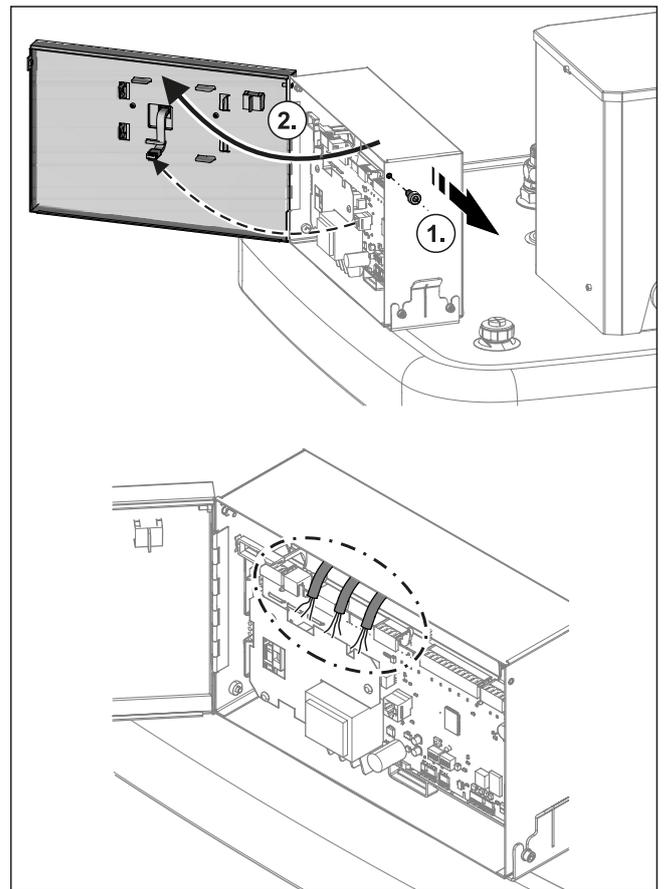
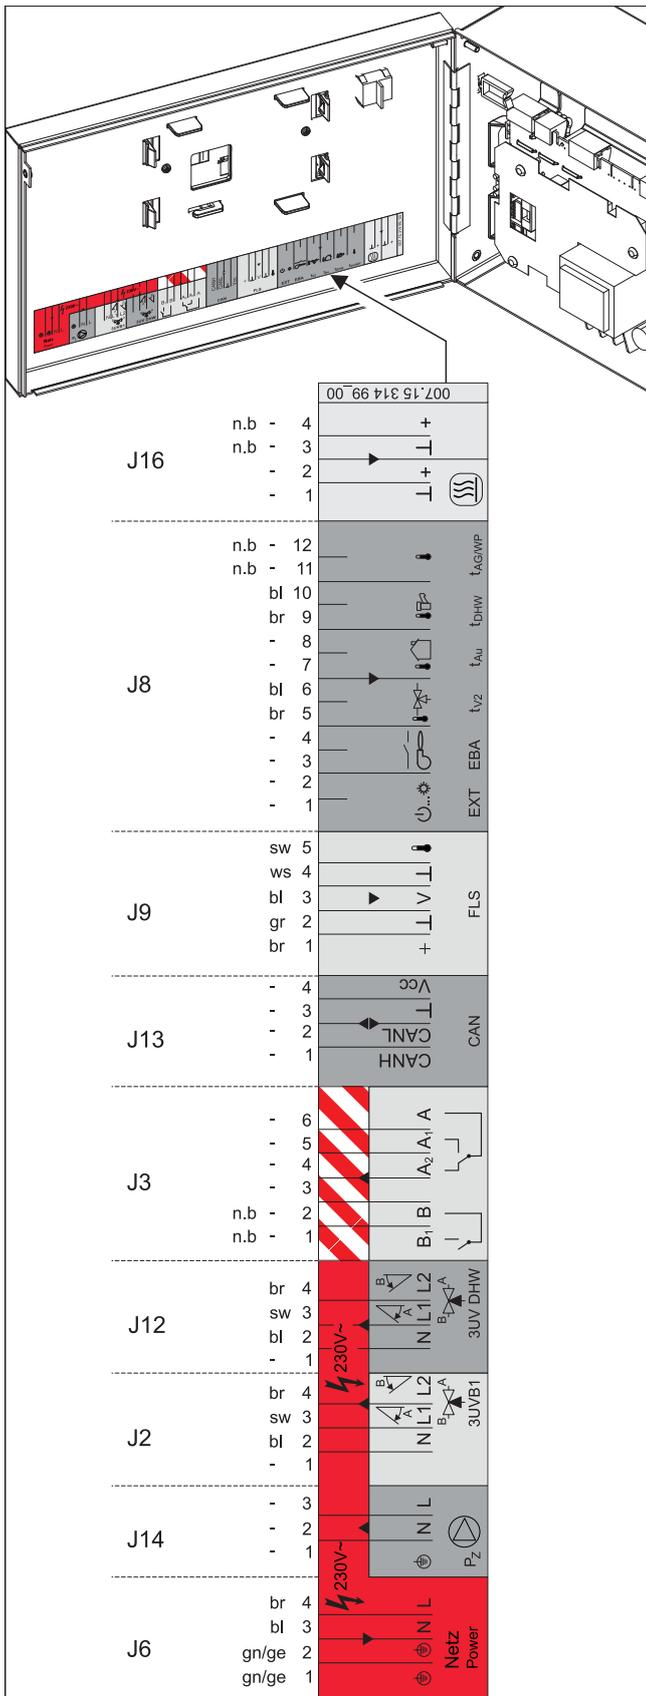

Bild 4-31 Frontblende öffnen, Verkabelung in die Regelung verlegen und elektrische Anschlüsse herstellen
Bild 4-32 Anschlussbelegung der Platinenstecker und Kabelfarben der werkseitig installierten Anschlusskabel (Legende siehe Tab. 4-3)
- 11 Frontblende aufklappen (Bild 4-31).
- 13 Verkabelung im Regelungsgehäuse verlegen (Bild 4-31) und elektrische Anschlüsse an Schaltplatine gemäß Bild 4-32 und den nachfolgenden Abschnitten in Kap. 4.7 herstellen.
Tab. 4-3 Legende zu Bild 4-32